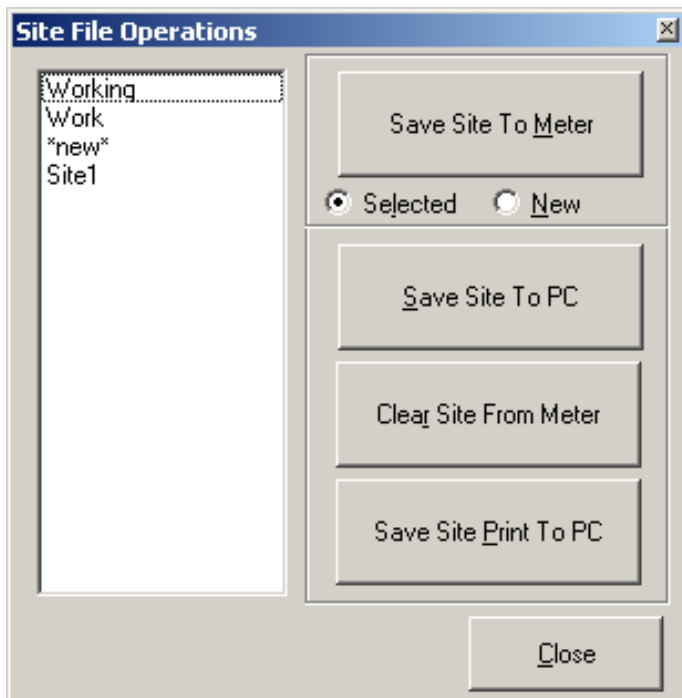

Рисунок 31: Окно «Site File Operations» (Операции с файлами объекта)
Для доступа к файлам объекта щелкните *site files* (файлы объекта) в окне *properties* (свойства). Откроется окно «Site file operations» (Операции с файлами объекта) (см. рис. 31).
1. Выделите нужный объект в левой области. (см. рис. 31)
1. Выделите объект в левой области. (см. рис. 31)